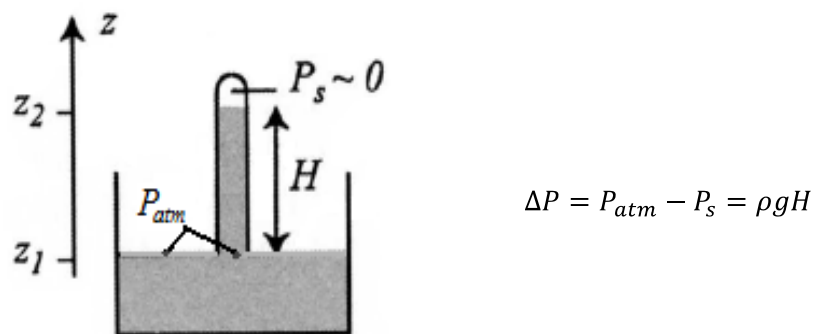

Figure 1.3 : Principe du baromètre à mercure
- Pression atmosphérique (P_{atm}): pression du milieu ambiant mesurée à l'aide d'un baromètre (Fig1.3)